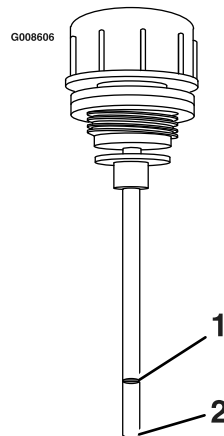

Figura 35
6. Retire el tapón de nuevo y compruebe el nivel de aceite hidráulico en la varilla. Consulte los niveles de aceite en Figura 35.